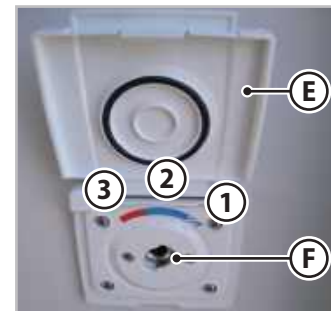

Fig.6.34 - Prise de raccord de douche
1. Soulever le cache (**E** - Fig.6.34).
2. Insérer le tuyau fourni dans le raccord (**F** - Fig.6.34).